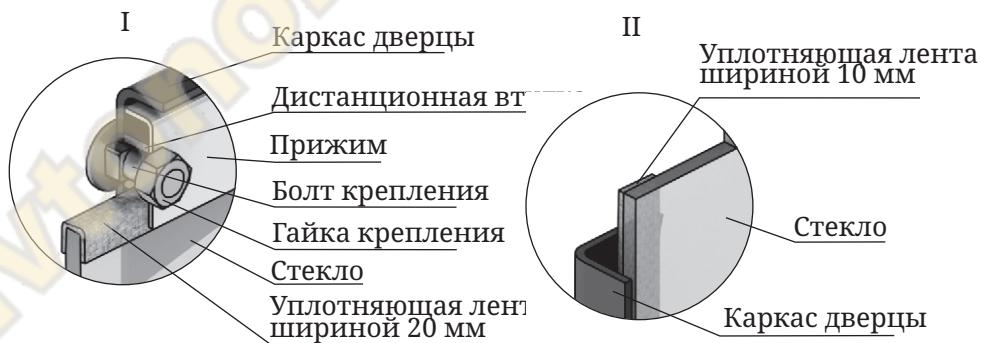

Рисунок 19. Крепление светорозрачного экрана дверцы модификации «Витра»
3. Возьмите новое стекло. Если на нем нет уплотняющих лент, наклейте их: лента шириной 20 мм наклеивается сверху и снизу стекла «П» - образно (рисунок 19.I), лента шириной 10 мм наклеивается вертикально, вдоль боковых сторон стекла (рисунок 19.II).
4. Вставьте стекло в упор, при этом лента, наклеенная с боковых сторон (вертикальная) должна быть зажата между стеклом и каркасом дверцы (рисунок 19.II).
Внимание! Гайки, крепящие прижим накручиваются на болты крепления через дистанционные втулки (рисунок 19.I).